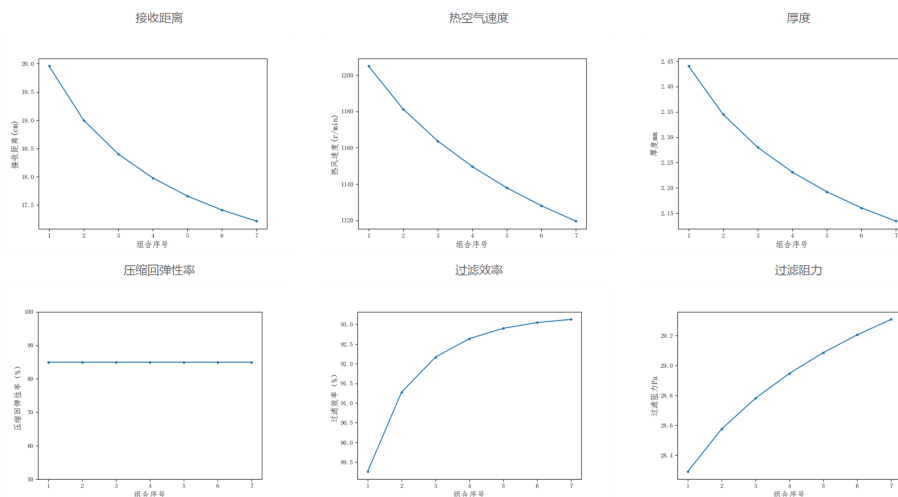

图 12 灵敏度分析组图
利用问题四相同的约束条件，求解出对应的目标函数 z 取得最大值时的 x, y ，分别代入式 (10) (35) (40)，得到按表 18 给予两者不同权重时规划求解出的对应指标数值，如下图 12 所示。